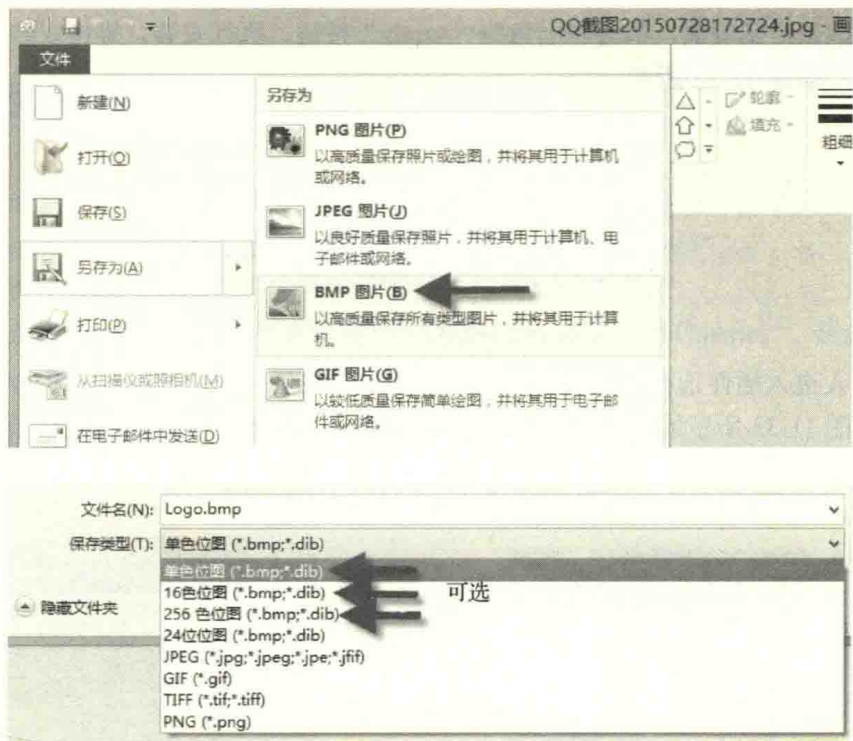

图 11-34 位图的转换
(1) 首先进行位图的转换。利用 Windows 画图工具，把图片转换成单色的 BMP 位图，如果转换成单色位图失真了的话，可以转换成 16 色位图或者其他位图，但一定要是位图才行，如图 11-34 所示。Logo 图片像素较高时，转换的 Logo 更清晰，转换完成之后放置到桌面上。